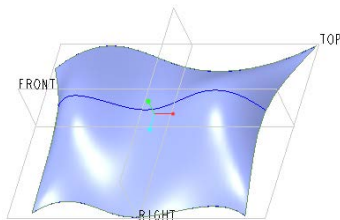

图 7-38 完成的单向边界混合曲面
④ 其余选项接受默认项。在“边界混合”选项卡中单击“完成”按钮, 完成单向边界混合曲面的创建, 如图 7-38 所示。